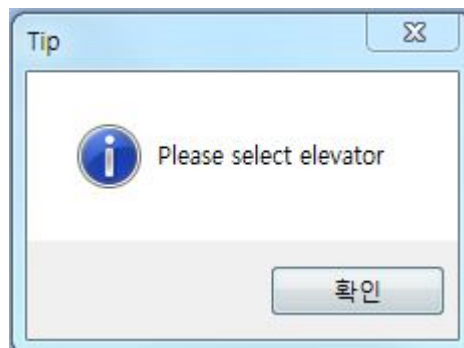

Fig. 4.4.2
- 만약 엘리베이터를 선택하지 않고 [Detailed Monitor]보턴을 클릭 하면 아래와 같은 창이 뜬다. Fig 4.4.2 참조